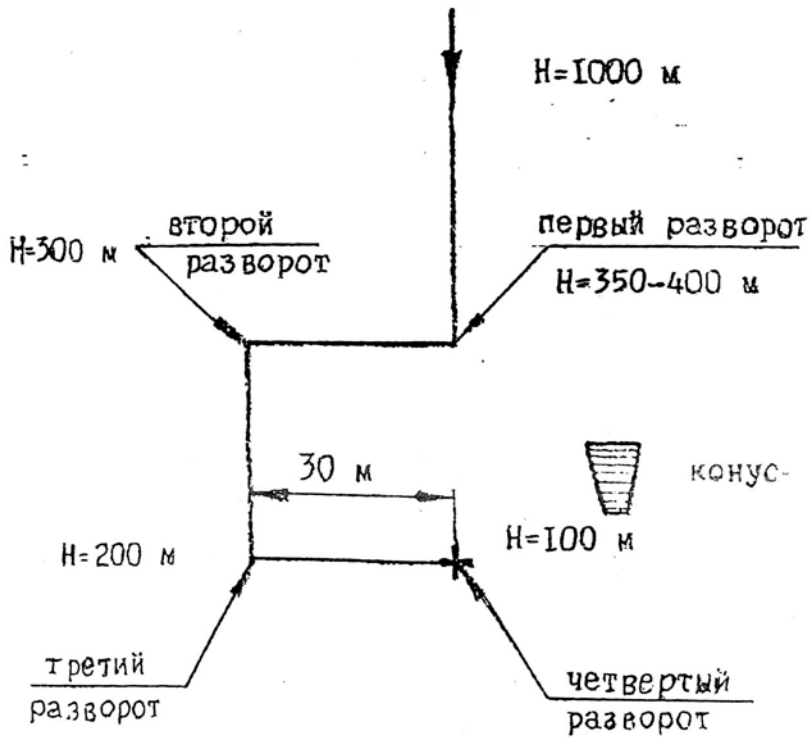

Рис. 12. Схема расчета прыжка при ветре 8 м/с.
- при ветре 8м/с выбранную точку нужно проходить на удалении 15...30м, третий и четвертый развороты нужно выполнять по линии центра цели (рис. 12).